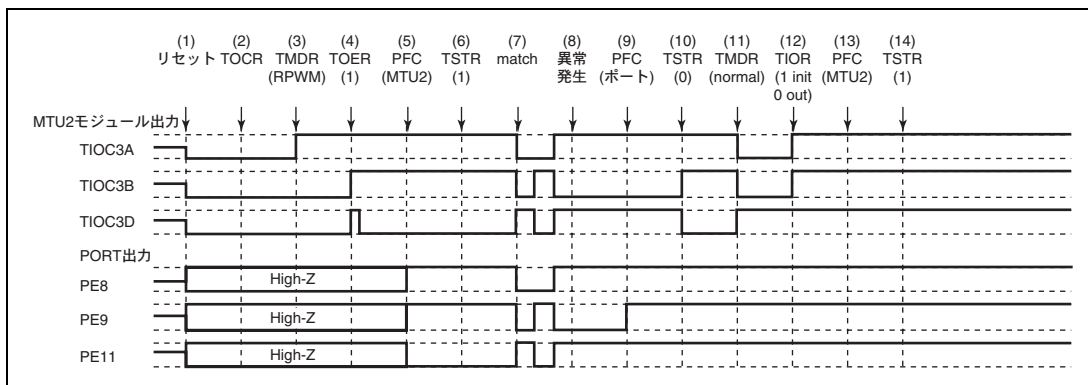

図 27.140 リセット同期 PWM モードで異常が発生し、ノーマルモードで復帰する場合
リセット同期 PWM モードで異常が発生し、再設定後ノーマルモードで再スタートする場合の説明図を図 27.140 に示します。
- (1) ~ (10) は図 27.140 と共通です。
- (11) PWM モード 1 を設定してください (本モジュール出力は正相側がローレベル、逆相側がハイレベルとなります)。
- (12) TIOR で端子を初期化してください (PWM モード 1 では TIOC*B 側は初期化されません)。
- (13) 汎用入出力ポートで本モジュール出力としてください。
- (14) TSTR で再スタートします。
(28) リセット同期 PWM モードで動作中に異常が発生し、相補 PWM モードで再スタートする場合の動作
- (11) TOER でチャンネル 3、4 の出力を禁止してください。
- (12) TOCR で相補 PWM の出力レベルと周期出力の許可禁止を選択してください。
- (13) 相補 PWM を設定します（本モジュールの周期出力端子はローレベルになります）。
- (14) TOER でチャンネル 3、4 の出力を許可してください。
- (15) 汎用入出力ポートで本モジュール出力としてください。
- (16) TSTR で再スタートします。
(29) リセット同期 PWM モードで動作中に異常が発生し、リセット同期 PWM モードで再スタートする場合の動作
- (11) 汎用入出力ポートで本モジュール出力としてください。
- (12) TSTR で再スタートします。
- (13) コンペアマッチの発生によりリセット同期 PWM 波形を出力します。